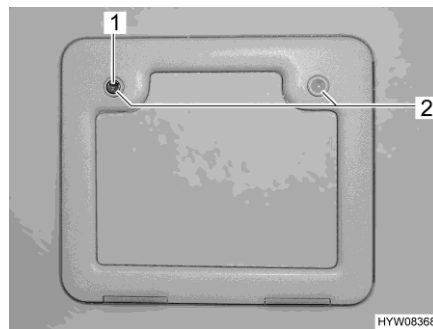

Fig. 111 Sportello (serbatoio fecale)
- Aprire lo sportello per il serbatoio fecale all'esterno del veicolo. Inserire la chiave nel cilindro della serratura a pressione (Fig. 111,1) e ruotare in senso orario di un quarto di giro.
- Premere contemporaneamente con i pollici entrambe le serrature a pressione (Fig. 111,2) e aprire lo sportello per il serbatoio fecale.